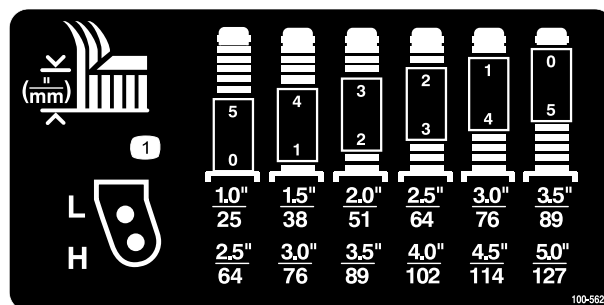
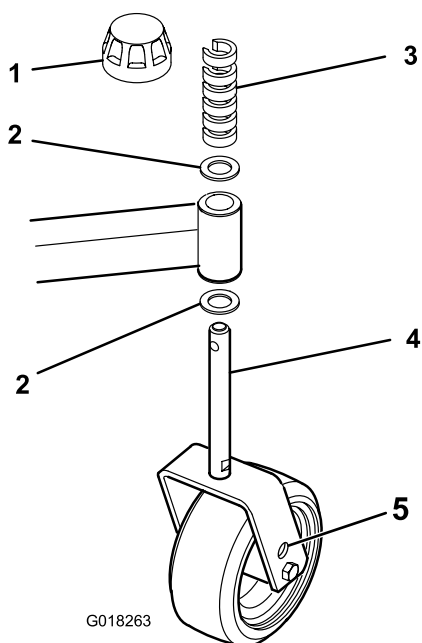

図 8
図 9
2. キャスタホイールのアクスルをキャストフォークの上穴または下穴にセット（全部のキャストフォークで同じ穴に統一）する。セッティング用の穴の選択については図 7、図 8および図 9 を参照のこと。
刈高と、必要なシムの組み合わせとの関係は図 8にて確認してください：
1. スピンドルシャフトからテンショニングキャップを外す（図 9）。